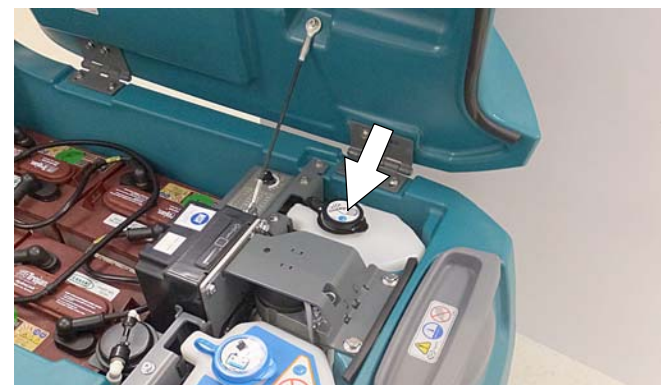

ABB. 24
1. Heben Sie den Rückgewinnungstank an, um an den Severe Environment-Reinigungsmitteltank heranzukommen (Abbildung 24). Entleeren Sie den Rückgewinnungstank bevor Sie den Tank anheben.